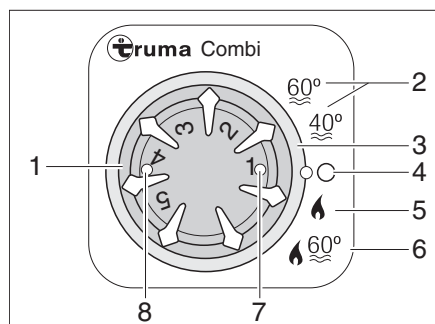

Fig. 96 Unité de commande pour chauffage/chauffe-eau
- Régler le mode de fonctionnement avec l'interrupteur rotatif (Figure 96,3).
Le chauffage règle le degré d'allumage automatiquement en fonction du niveau de chauffage réglé. En mode de fonctionnement "Chauffage et chauffe-eau" (Figure 96,6), l'eau du chauffe-eau est également chauffée. Le chauffage peut être exploité avec un chauffe-eau vide dans le mode de fonctionnement "Chauffage sans chauffe-eau" (Figure 96,5).
- Régler le bouton tournant de température (Figure 96,1) de l'unité de commande sur le niveau de chauffage désiré.
- Régler l'interrupteur rotatif (Figure 96,3) sur régime hiver "Chauffage sans chauffe-eau" (Figure 96,5) ou sur régime hiver "Chauffage et chauffe-eau" (Figure 96,6).
Le voyant de contrôle vert (Figure 96,7) s'allume.
- Régler l'interrupteur tournant (Figure 96,3) sur "O" (Figure 96,4).
La combinaison régime au gaz et régime électrique 230 V permet de raccourcir le temps d'échauffement (uniquement possible lorsque le chauffage est réglé sur régime hiver sur l'unité de commande (Figure 96)).